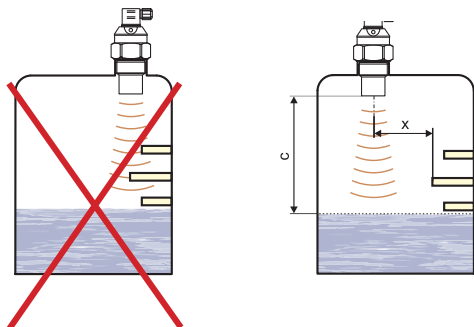

Рис. 6: Минимальное удаление измерителя уровня от блилежащих предметов в резервуаре
- Место для установки измерителя уровня необходимо выбрать так, чтобы на излучаемый акустический сигнал не воздействовали **блилежащие предметы** (рёбра жёсткости, раскосы, подпоры, лестницы, нагревательные спирали, мешалки и т.п.). Эти препятствия могут стать причиной неправильного отражения, ухудшающего точность измерения (рис. 6).